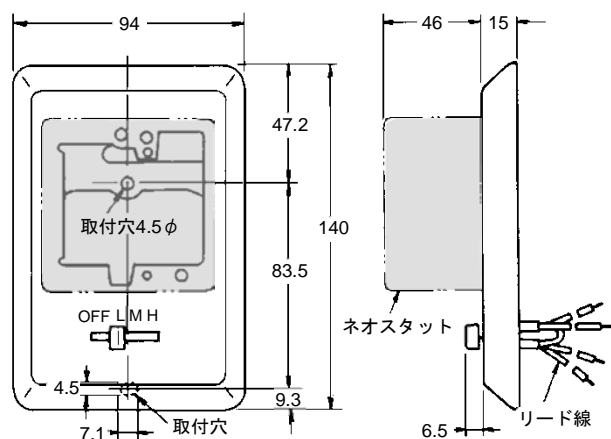

図1 外形寸法図 (mm)
- (1) 必要な電線管の配管を行い、取付壁面にアウトレットボックスを埋め込みます。
- (2) 配線を穴に通し、取付穴ピッチ83.5mm(図1参照)のボックスカバーをアウトレットボックスに、取り付けます。
- (3) 取付プレート組立をボックスカバーに取り付けます。
- (4) サーモプレートに貼り付けてある保護紙をはがします。
- (5) サーモプレートを取付プレート組立に取り付けます。
- (6) 取付アダプタとベースをサーモプレートに取り付けます。
- (7) 形QY1100Aのリード線とネオスタット本体のベースを結線します。
- (8) ネオスタット本体のカバーを外します。
- (9) 本体取付ねじ(M3、本体組込み)を用いて、本体をベースに取り付けます。
- (10) カバーを本体ユニットにはめ込み、取り付けます。
- (11) スイッチのつまみにキャップを挿入します。